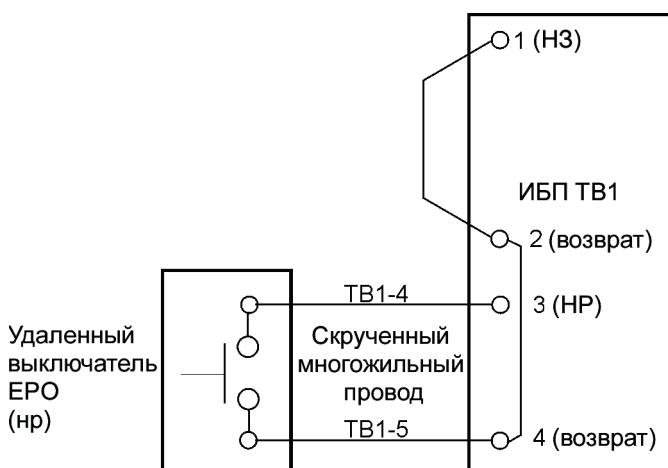

Рис. 4-14. Проводка нормально-разомкнутого удаленного выключателя EPO
12. Проложите и подключите проводку как показано на Табл. 4-2 и Рис. 4-14.